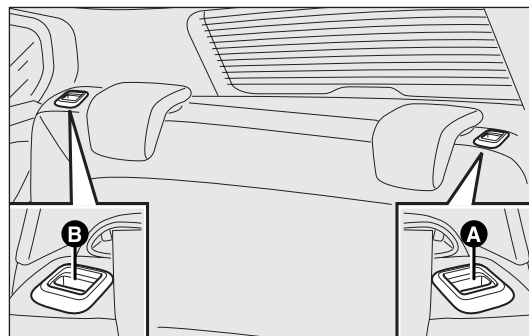

fig. 77
- ☐ agire sulle maniglie A e B-fig. 77 per sbloccare gli schienali e accompagnarli sul cuscino.